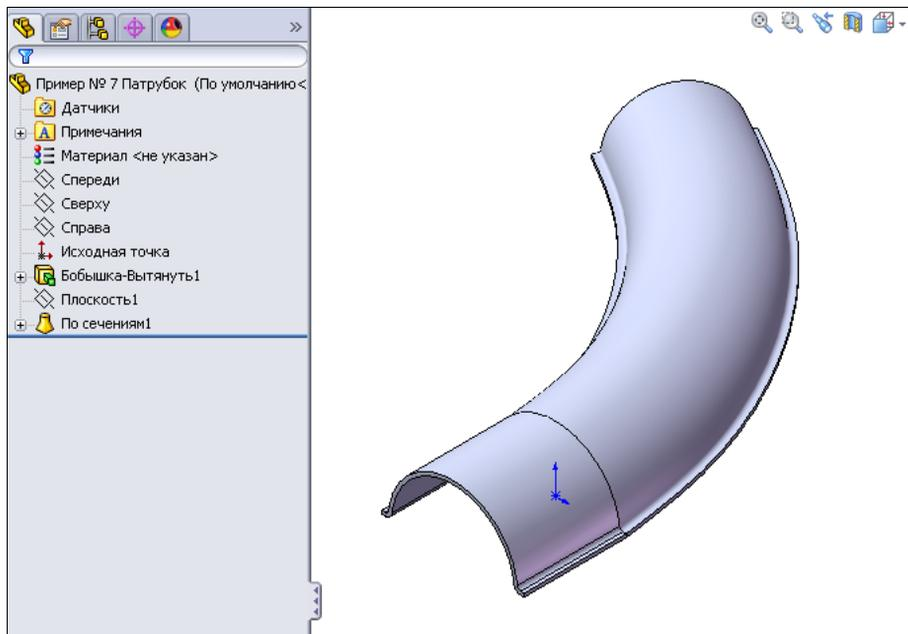

Рис. 2.81
7. Нажмем кнопку **ОК** , закончив построение патрубка (рис. 2.81).